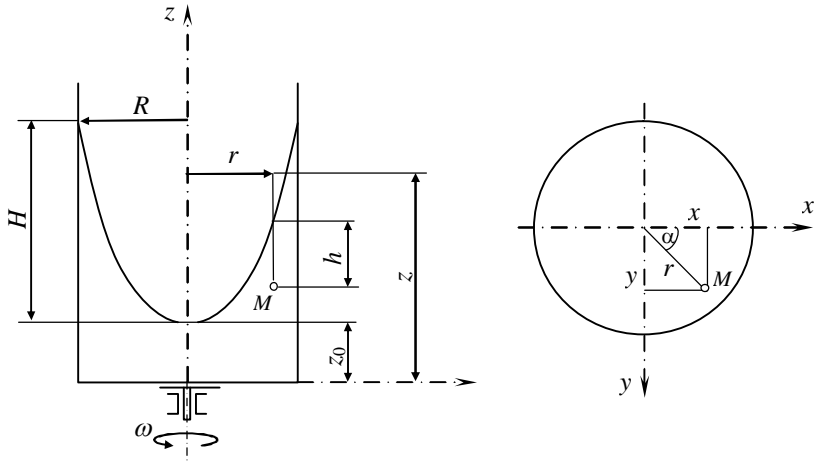

Рисунок 2.8 - Відносний спокій рідини, що розташована у резервуарі, який обертається з постійною кутовою швидкістю
2.4.2 При обертанні резервуару навколо вертикальної осі z (рис. 2.8) на будь-яку частку M рідини крім сили ваги діє також відцентрова сила інерції